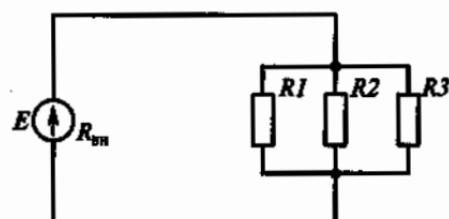

Рис. 12
1.26. Какое соединение резисторов $R1 \dots R3$ представлено на рис. 12?